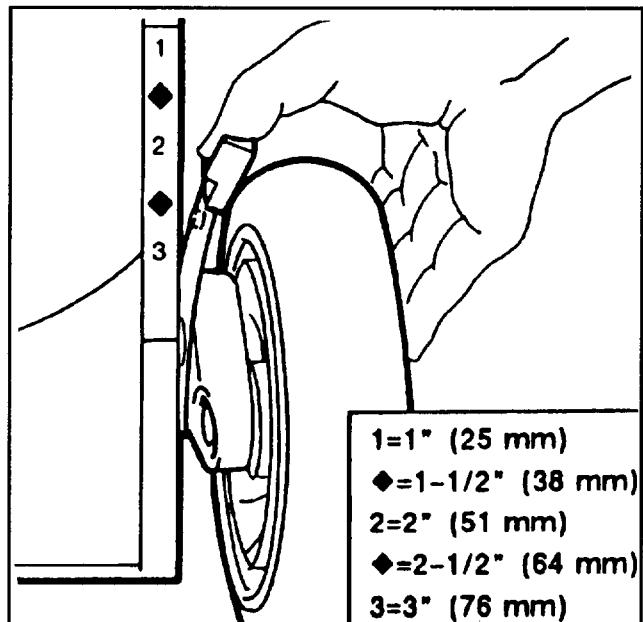

Abbildung 14
2. Zur leichteren Einstellung das Mähgehäuse anheben, damit das Rad mehr am Boden ist. Dabei nicht mit der Hand unter das Gehäuse greifen. Schnitthöhen-Einstellhebel zum Rad hin drücken und auf die gewünschte Schnitthöhe einstellen (Abb. 14). Sicherstellen, daß der Stift des Einstellhebels in die Nute am Gehäuse eingesetzt. Alle Räder auf die gleiche Höhe einstellen.